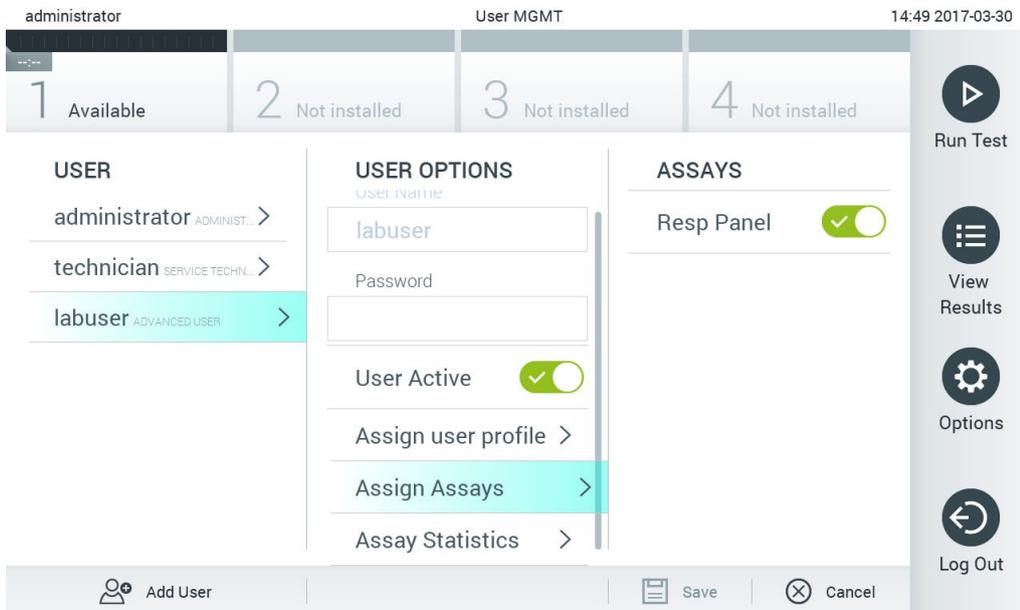

Figure 62. Affectation de dosages aux utilisateurs.
- Assign Assays (Affecter des dosages) : permet de définir les dosages de la base de données des dosages que l'utilisateur est autorisé à exécuter. Sélectionnez les dosages dans la liste située à droite de la zone de contenu (figure 62)